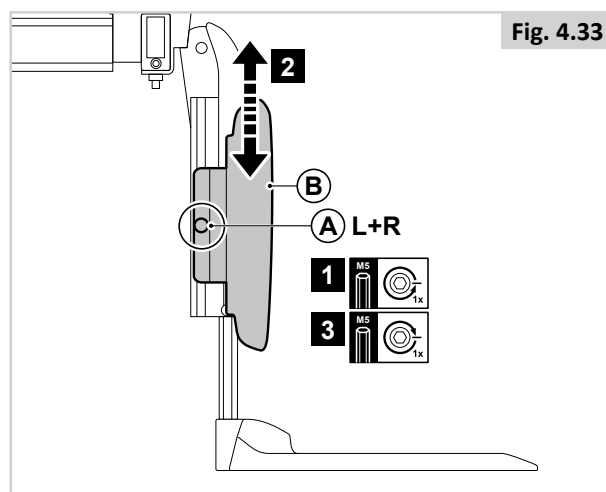

Fig. 4.33
- Zoals bij alle bewegende delen: let op dat uw vingers niet beklemd raken. (Fig. 4.33).